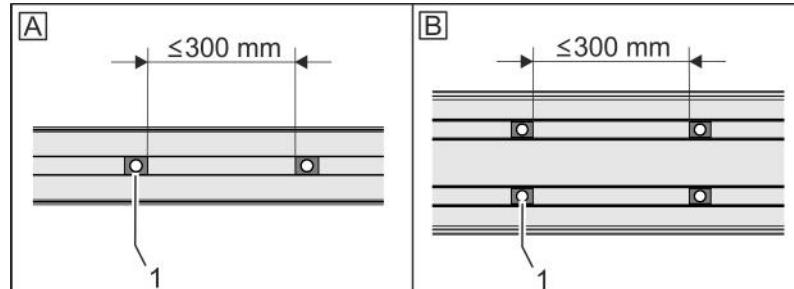

Fig. 16: Posizionamento dei tasselli
2. ➤ In caso di carico massimo, assicurarsi che non venga superata una distanza di 300 mm tra i tasselli (Fig. 16/1).